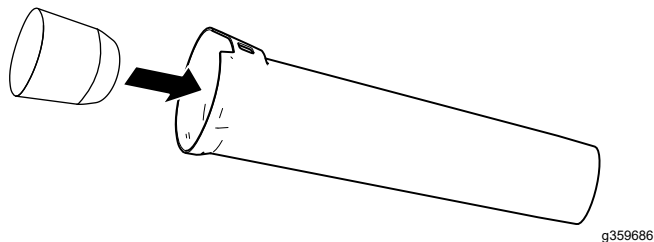

Figure 2
1. Insérez l'embout du souffleur dans le tube (Figure 2).